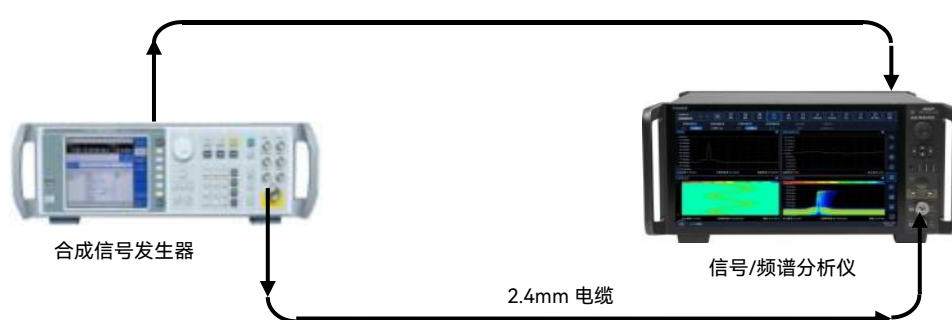

图 7.11 时间门测试示意图
1) 如图 7.11 连接仪器。信号发生器的射频输出连接 4082 的射频输入 1 端口, 同步输出端口连接到 4082 的外部触发 1 输入端口。